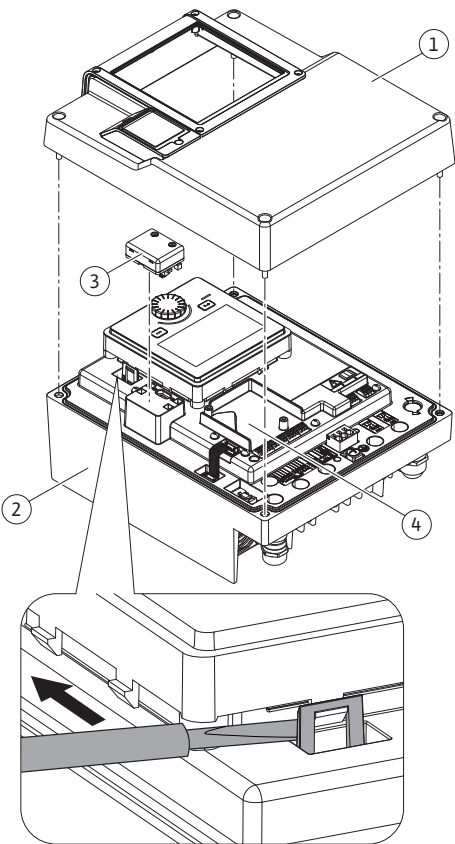
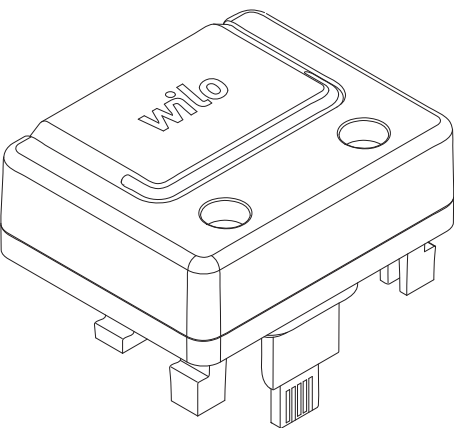

Fig. 26: Электронный модуль
Fig. 27: Модуль Wilo-Smart Connect BT
Интерфейс Bluetooth модуля Wilo-Smart Connect BT (Fig. 26, поз. 3 и Fig. 27) служит для подключения к мобильным терминалам, таким как смартфон и планшет. В приложении Wilo-Assistant имеется функция Wilo-Smart Connect. Функция Wilo-Smart Connect позволяет управлять насосом, выполнять его настройку и считывать его данные. См. настройки в главе «Ввод в эксплуатацию» [► 52].
1. Открутить четыре винта верхней части электронного модуля (Fig. 26, поз. 1; Fig. I, поз. 2).
3. Подсоединить модуль Wilo-Smart Connect BT к предусмотренному интерфейсу Wilo-Connectivity Interface. См. Fig. 26, поз. 3.
Модули CIF (принадлежности) обеспечивают связь между насосом и СУЗ. Модули CIF устанавливаются в электронном модуле (Fig. 26, поз. 4)